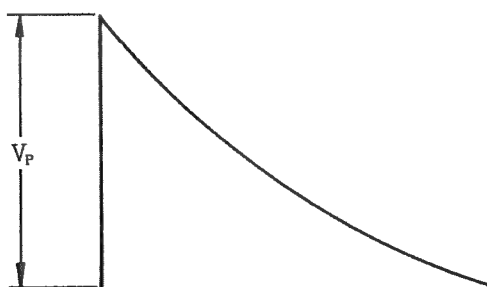

図 16
- ESS-610 時は電圧指示計⑧の指示は 8 KV 前後で確認下さい。
8. 波形は図 16 のように見えます。
9. 次に VOLT ADJ ツマミ⑦を反時計方向に廻し、電圧指示計⑧の指示を 0 に下げ POLARITY SELECT ツマミ③を一側に設定し、前項 7 と同様に波形を観測します。
10. 波形は項目 8 の時 (図 16 参照) の反対の形で観測されます。